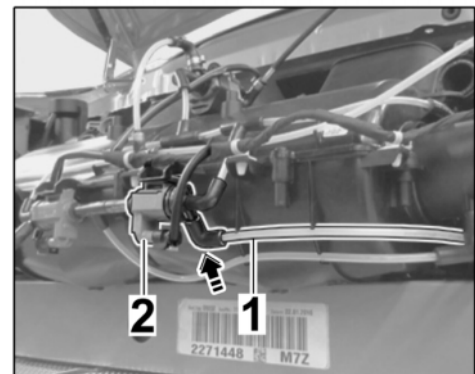

Bild 57
- 10.3.7 Neue Unterdruckleitung $\Rightarrow$ *Bild 57 -1-* am neuen Unterdruckventil $\Rightarrow$ *Bild 57 -2-* anschließen $\Rightarrow$ *Bild 57 -Pfeil-*.